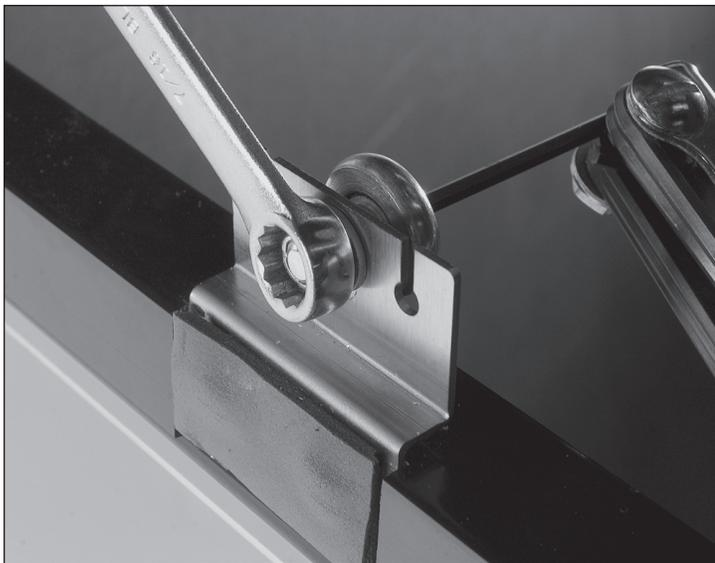

Fig. 1 Aggiustare il rullo.
2. Utilizzando una chiave inglese di 7/16" (11,11 mm) o una chiave inglese aggiustabile e una chiave a brugola di 1/8" (3,2 mm), allentare la rotella e muoverla lungo la fessura. Dopo aver completato l'aggiustamento stringere la rotella nel suo posto. Si veda la fig. 1